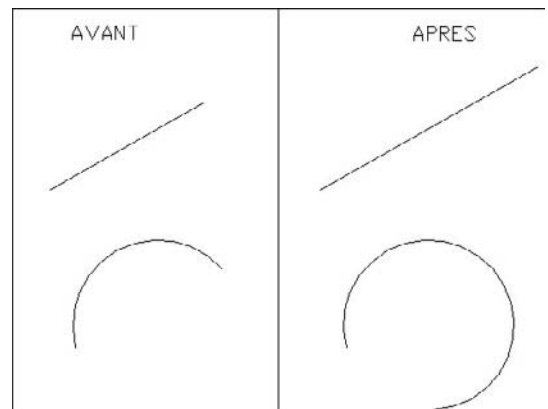

Fig.6.11
- 1 Exécuter la commande de modification de longueur à l'aide d'une des méthodes suivantes (fig.6.11) :